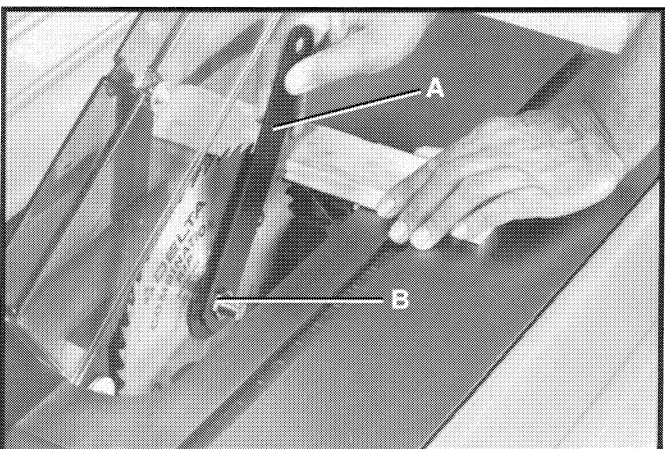

Fig. 82
3. Coloque un bloque de madera contra el frente de la hoja de la sierra, como se ilustra en la Fig. 82, y utilizando la llave de árbol (A) suministrada con la sierra, vire la tuerca del árbol (B) hacia el frente de la sierra. Quite la tuerca, la pestaña de la hoja y la hoja de la sierra.